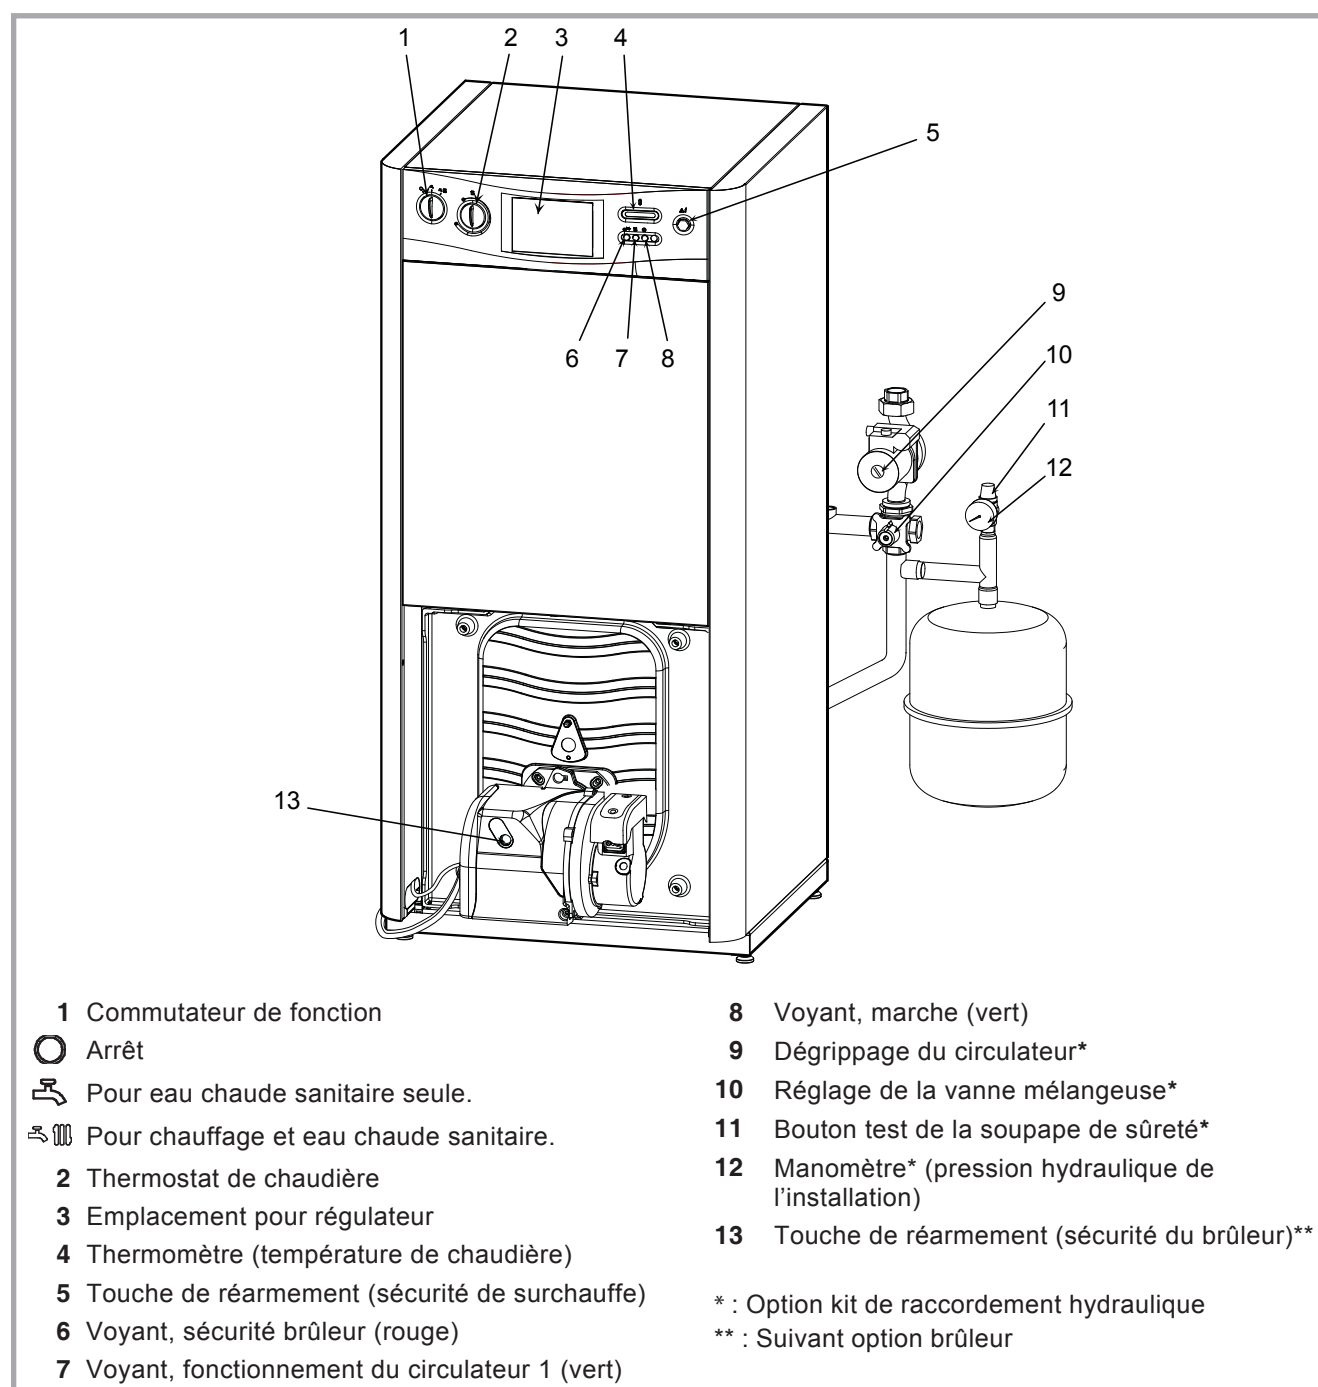

Figure 20 - Organes de commande et de contrôle
- Régler le thermostat de chaudière pour obtenir la température désirée de la chaudière (rep. 4, fig. 20),
Vérifier régulièrement la pression de l'eau dans le circuit chauffage (entre 1,5 et 2 bar) (rep. 12, fig. 20).
Lorsque le voyant (rep. 6, fig. 20) est allumé, le brûleur reste bloqué par son dispositif de sécurité, appuyer sur la touche (fig. 23) pour réarmer le brûleur.